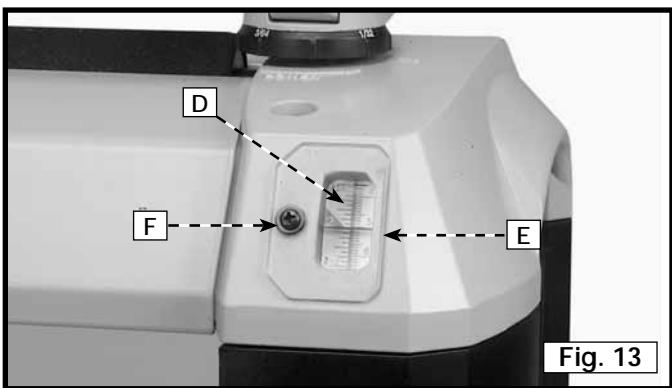

Fig. 13
Une échelle double, anglaise et métrique, (D) fig. 13 et un pointeur (E) figurent à l'avant de la machine. Cette échelle indique l'épaisseur de la pièce finie. Pour régler le pointeur (E), acheminer une pièce de bois dans la raboteuse. Mesurer l'épaisseur de la pièce. Si un réglage est nécessaire, desserrer la vis (F) et régler le pointeur (E). Serrer la vis (F).